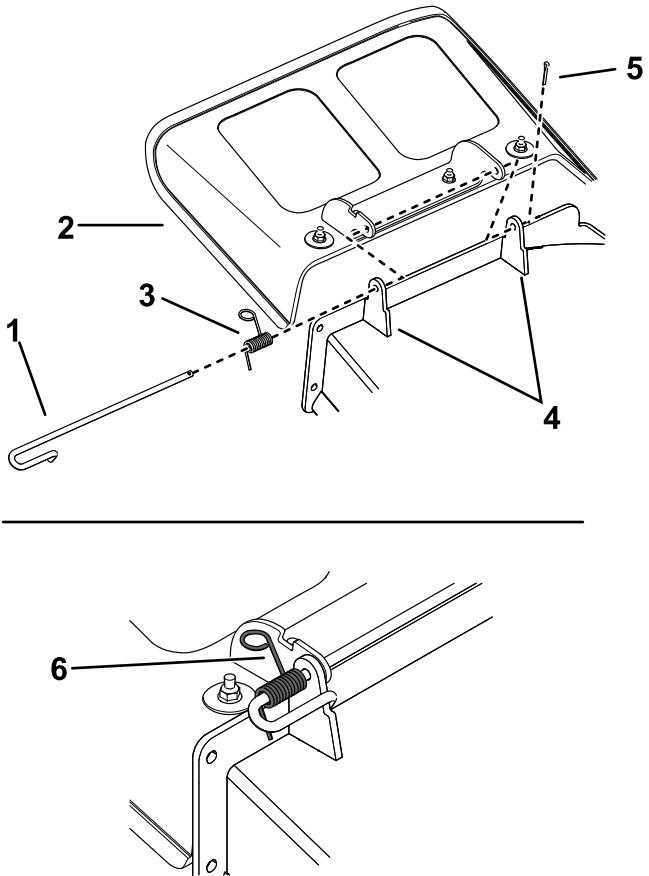

Figura 77
1. Togliete la coppiglia dall'estremità dell'asta (Figura 77).
2. Sganciate la molla dalla tacca presente sulla staffa del deflettore e fate scorrere l'asta per estrarla dalle staffe saldate del piatto di taglio, dalla molla e dal deflettore di scarico (Figura 77).
9. Montate la coppiglia sull'estremità dell'asta (Figura 77).